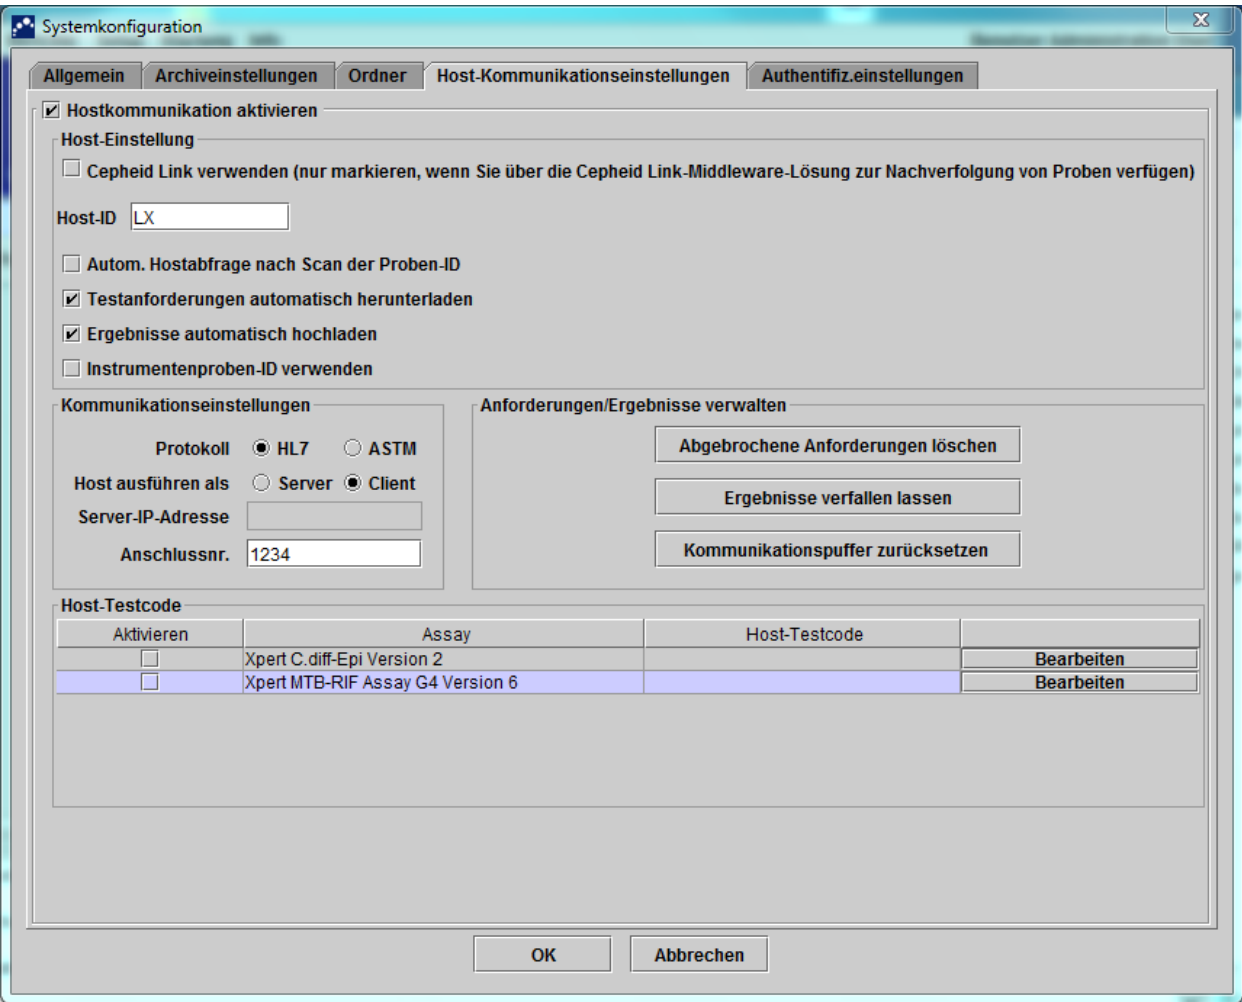
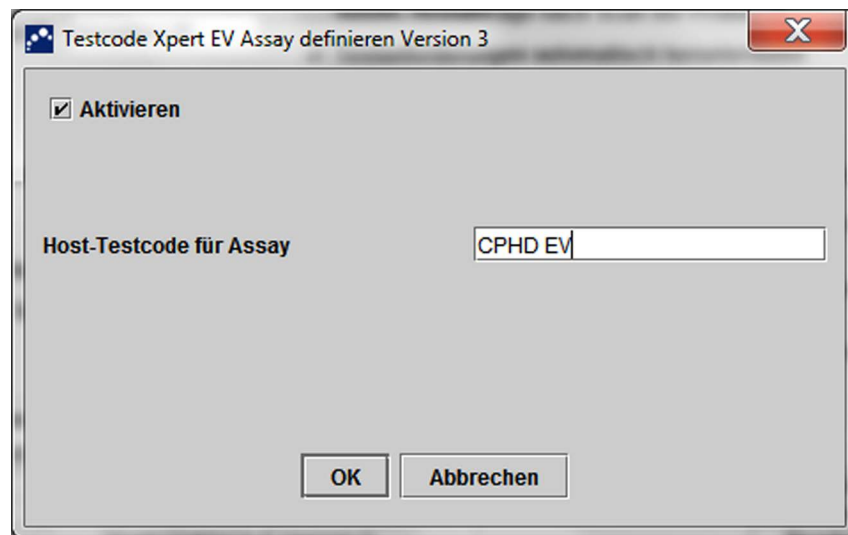
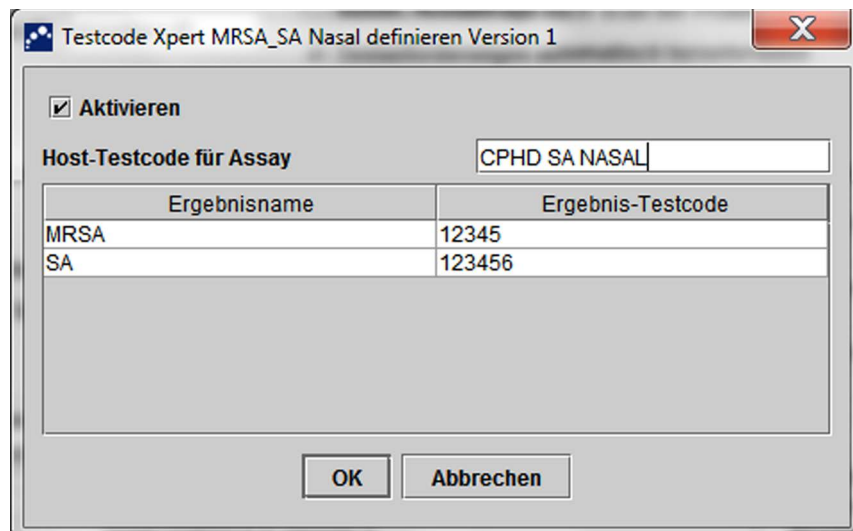

Abbildung 2-81. Dialogfeld „Systemkonfiguration“
Abbildung 2-83. Dialogfeld „Testcode definieren“ für einen Assay mit nur einem Ergebnis
Abbildung 2-84. Dialogfeld „Testcode definieren“ für einen Mehrfachergebnis-Assay
2. Klicken Sie auf die Registerkarte **Host-Kommunikationseinstellungen**. Die Registerkarte **Host-Kommunikationseinstellungen** wird angezeigt. Siehe Abbildung 2-81.
1. Klicken Sie im Bereich der Tabelle „Host-Testcode“ des Fensters „Host-Kommunikationseinstellungen“ (siehe Abbildung 2-81) die entsprechende Schaltfläche **Bearbeiten**, um die Einstellung zu ändern. Daraufhin wird das Dialogfeld „Testcode definieren“ angezeigt. Siehe Abbildung 2-83.
1. Klicken Sie im Bereich der Tabelle „Host-Testcode“ des Fensters „Host-Kommunikationseinstellungen“ (siehe Abbildung 2-81) die entsprechende Schaltfläche **Bearbeiten**, um die Einstellung zu ändern. Daraufhin wird das Dialogfeld „Testcode definieren“ angezeigt. Siehe Abbildung 2-84.
4. Die vom Assay berichteten Ergebnisnamen werden im Feld **Ergebnisname** aufgeführt. Siehe Abbildung 2-84.
5. Geben Sie in das Feld **Ergebnis-Testcode** (vgl. Abbildung 2-84) den Ergebnis-Testcode für jeden von diesem Assay ausgegebenen Ergebnisnamen ein.